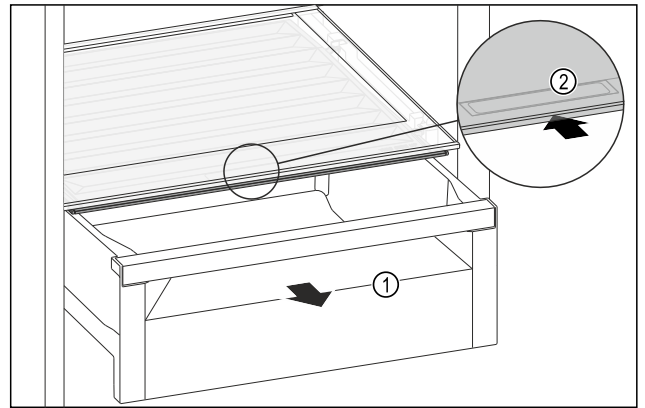

Fig. 172
- ▶ Schubfach Fig. 172 (1) herausziehen.
- ▶ Griffmulde Fig. 172 (2) am Fachdeckel anfassen und Fachdeckel gleichzeitig nach hinten schieben.